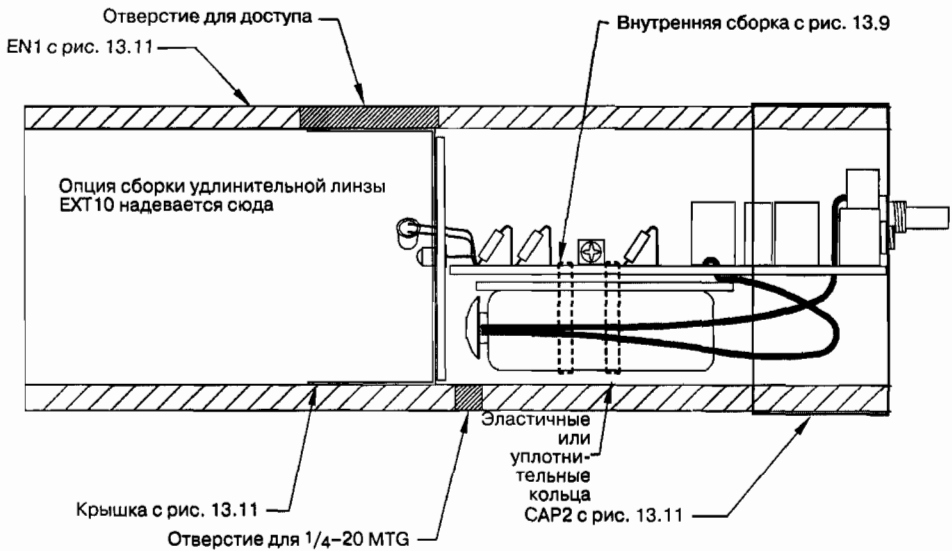

Рис. 13.12. Размещение платы с компонентами внутри корпуса лазерного приемника
8. Изготовьте отражательный экран, как показано на рис. 13.11. Эта деталь используется для наблюдения положения отраженного лазерного луча или сфокусированного луча линзой-расширителем. Этот свет необходимо направить на линзу фототранзистора. Экран должен быть небольшим по размерам, чтобы беспрепятственно помещаться в трубке корпуса. Просверлите два маленьких отверстия для выводов LED1, соблюдая полярность, и припаяйте его. Выводы должны быть как можно длиннее. Расположите светодиод по отношению к фототранзистору Q1 так, чтобы его свет можно было наблюдать, но чтобы в то же время он не препятствовал сигналам, идущим вдоль оптической оси. Разместите LED1, как показано на рис. 13.12, и закрепите его на печатной плате РСВ с помощью адгезива RTV или аналогичного клея.
9. Изготовьте изолирующую плату SPCR1 из куска пластика, картона или другого подходящего материала размерами 3,81×5,08 см. Этот элемент размещается между батареями и дном платы для изолирования их друг от друга (см. рис. 13.12).